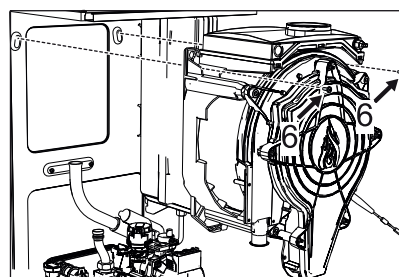

fig. 58 -
- Quite los 2 tornillos superiores "6" de fijación del intercambiador al bastidor ("fig. 58 -")